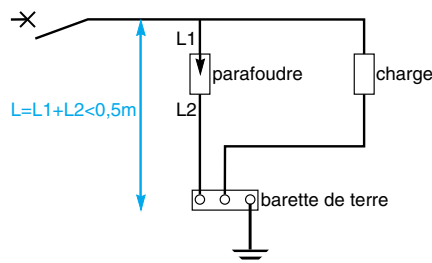

Fig. 1 - Schéma de connexion d'un parafoudre
- les conducteurs reliant les bornes du parafoudre aux conducteurs actifs et à la barrette de terre doivent être les plus courts possibles ($< 0,5 \text{ m}$) (figure 1).